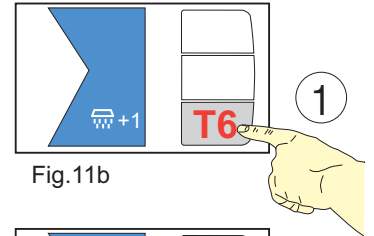

Fig.11b
1.1 La première fois qu'on appuie sur la touche (Fig.11b):
2.1 La première fois qu'on appuie sur la touche (Fig.11b):